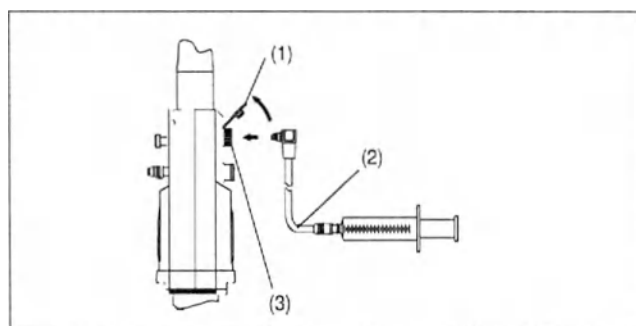

Рисунок 11
- b) Прикрепите адаптер обратного клапана водной струи (OE-C12) и крышку коннектора водной струи (OF-B118) в открытом виде, а затем ирригационную трубку (OF-B113) к коннектору водной струи на коннекторе (PVE). ➔ рис. 11
- c) Присоедините к этой трубке наполненный стерильной водой шприц и промойте трубку водой. Вода должна вытекать равномерной сильной струей из патрубка водной струи на дистальном конце эндоскопа (в первый раз это может занять несколько секунд). ➔ рис. 11